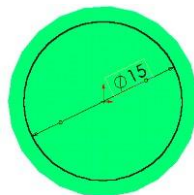

Рис. 2.5.
7. Ввести значение 15 мм (рис. 2.5).